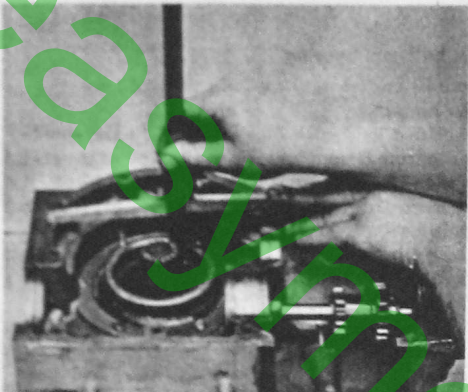

Fig. 73
1. Mit einem Tiefenmaß beide Gehäuse ausmessen (Fig. 73).
1. Measure both housings by means of a depth gauge (Fig. 73).